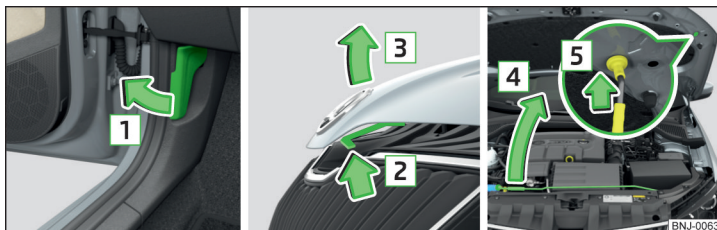

Fig. 165 Deschiderea capotei
- Trageți de maneta de deblocare de sub planșa de bord, în sensul săgeții **1** » fig. 165.
Nu ridicați niciodată capota motorului prin prindere de maneta de deblocare » fig. 165.